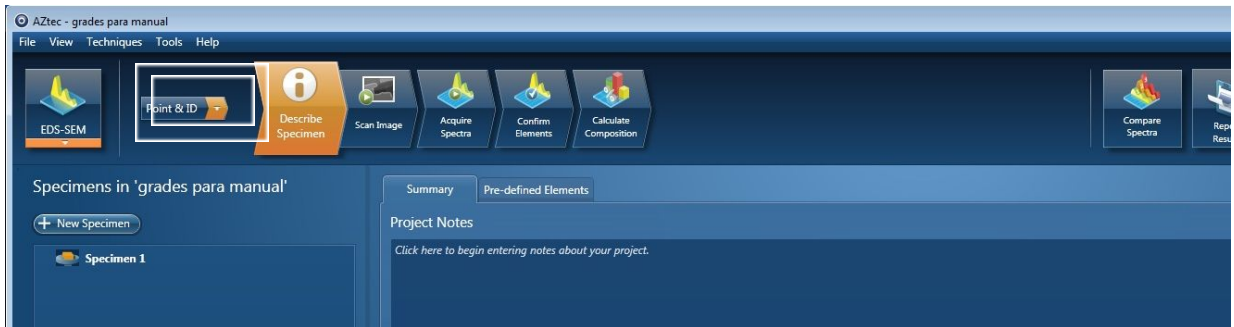
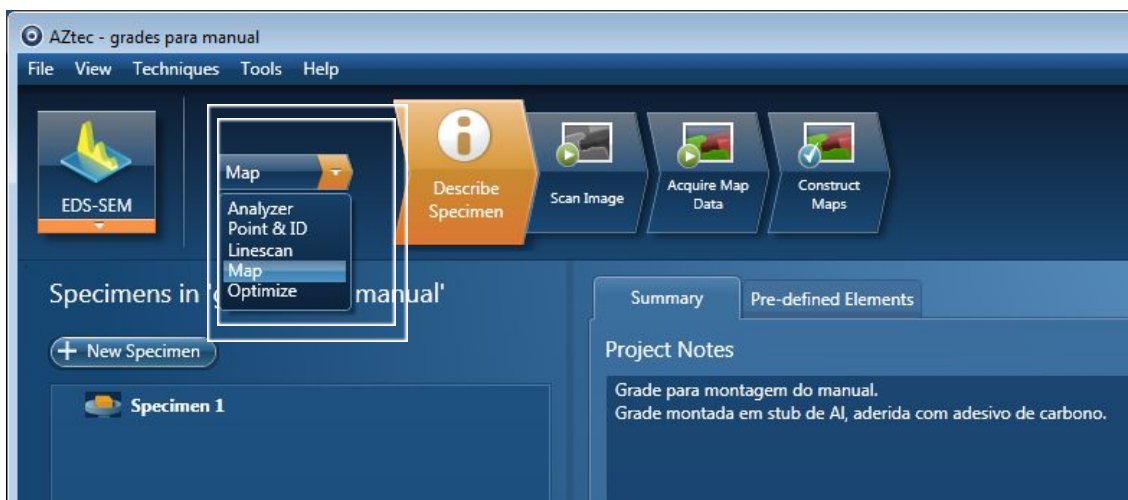

Figura 9. Modo de Análise Pint & ID
Figura 19. Escolha da ferramenta de mapeamento.
- Figura 9. Modo de Análise Pint & ID
- Figura 19. Escolha da ferramenta de mapeamento.
- ✓ Para iniciar o processo de aquisição por mapeamento, repita o processo descrito no item 4.1 (Figura 9) e escolha a opção de “*Map*” conforme a Figura 19.